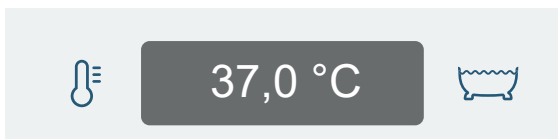

Figure 46
9. Vérifier la température de l'eau de douche sur l'affichage de la température. Figure 46.